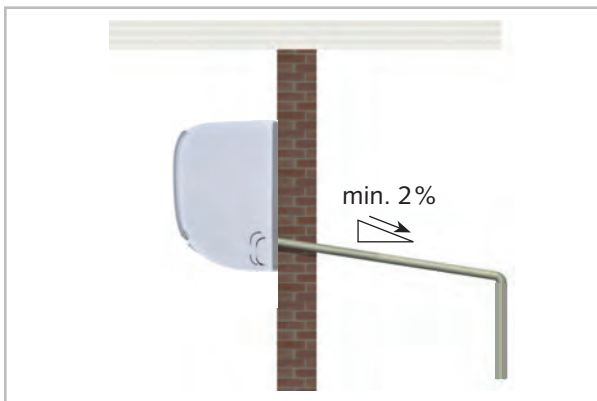

Abb. 27: Kondensatanschluss Innengerät
- Die bauseitige Kondensatleitung ist mit einem Gefälle von min. 2 % zu verlegen (Abb. 27). Gegebenenfalls sehen Sie eine dampfdiffusionsdichte Isolation vor.